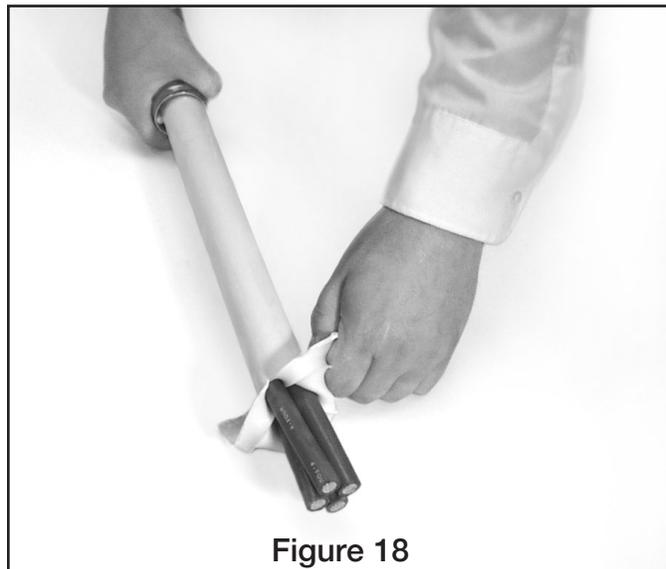

Figure 18
2. Coupez la gaine intérieure au bout du câble et tirez pour retirer la gaine jusqu'à la fin de l'incision. (Figure 18)